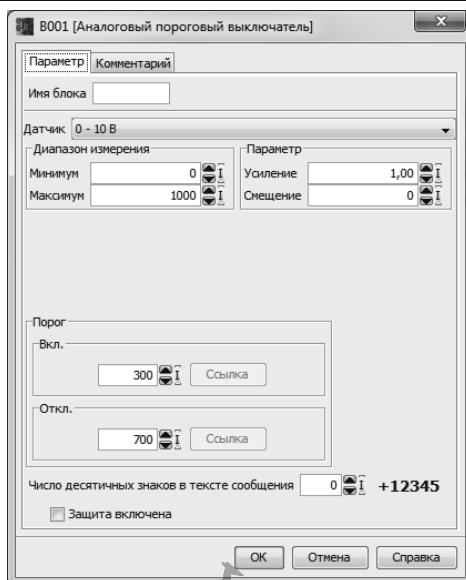

Рис. 9.16. Окно для задания параметров блока B001
- Дважды щелкнуть по блоку B001 и установить в выпадающем окне значения параметров (рис. 9.16):